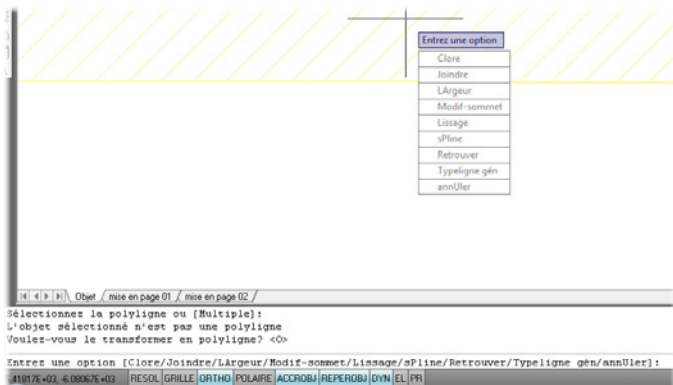

Figure 3.24
- Ensuite, AutoCAD vous propose de choisir une option parmi celles qu'offre la commande PEDIT (voir Figure 3.24). Tapez **J** (*joindre*) afin de joindre la ligne sélectionnée avec les autres lignes du mur et de les transformer en polyligne. N'oublions pas les deux buts recherchés par cette manipulation : pouvoir calculer facilement l'emprise au sol du mur de béton et acquérir un contour du mur plus facilement modifiable.